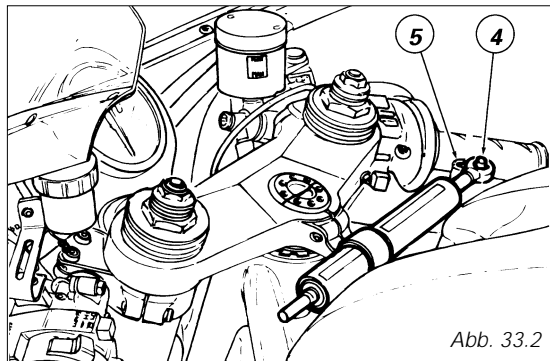

Abb. 33.2
Nach einem Ändern des Lenkerwinkels, muss der Stoßdämpfer wieder ausgerichtet werden. Die Schraube (4, Abb. 33.2) lösen, das Gelenk der Dämpferstange an der Bohrung (5) des Rahmens verstellen.